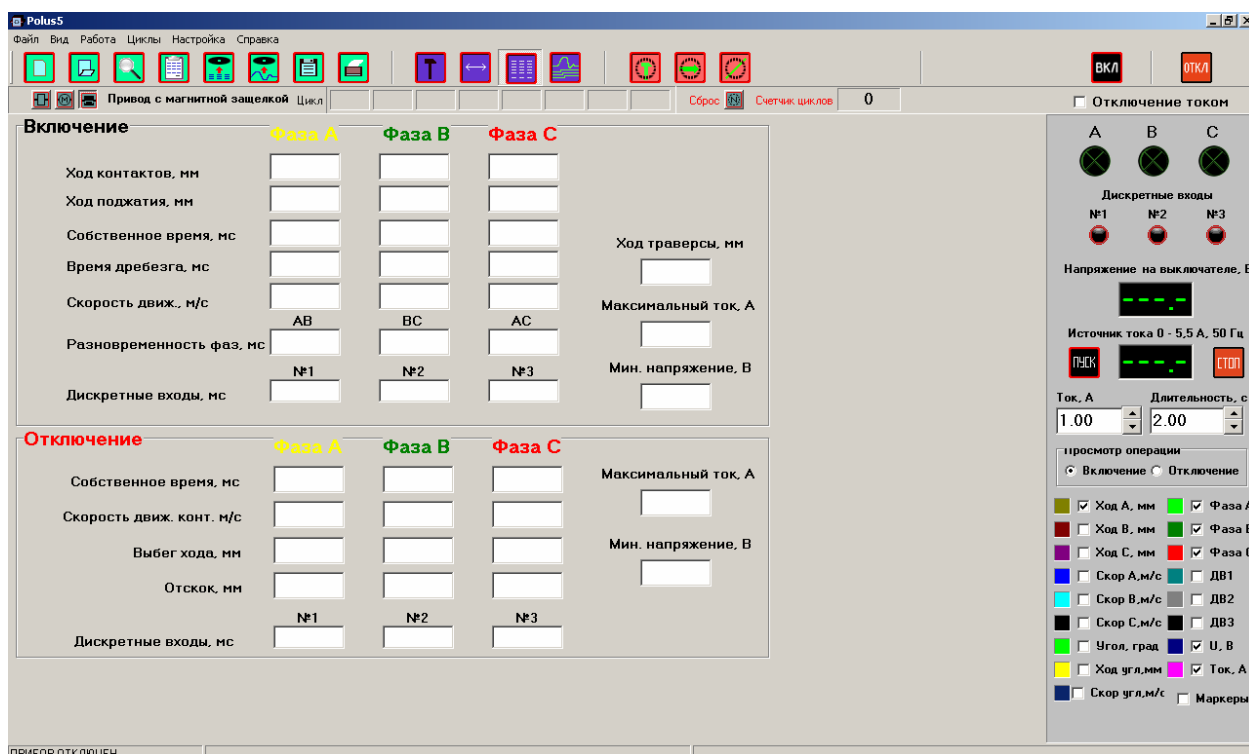

Рисунок 14
9.7. С вида Поля Диаграммы можно переключиться на вид Поля Данных (рисунок 14) с помощью кнопки Данные на Основной Панели Инструментов и обратно на вид Диаграммы с помощью кнопки Диаграмма Панели Инструментов.